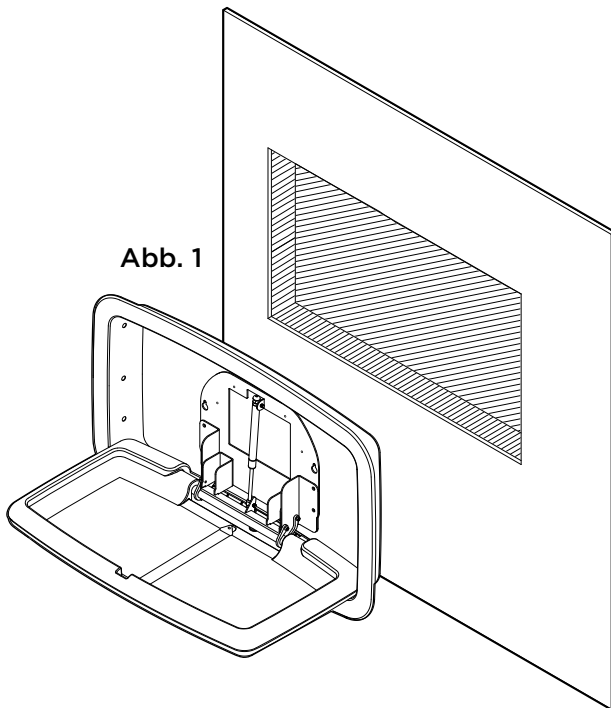

Abb. 1
- Bereiten Sie den Wandausschnitt gemäß dem technischen Datenblatt vor. Stellen Sie sicher, dass die Oberseite des unteren Bolzens 675 mm beträgt, um die korrekte Montagehöhe sicherzustellen. **Abb. 1** Weitere Informationen finden Sie auf www.koalabear.com.